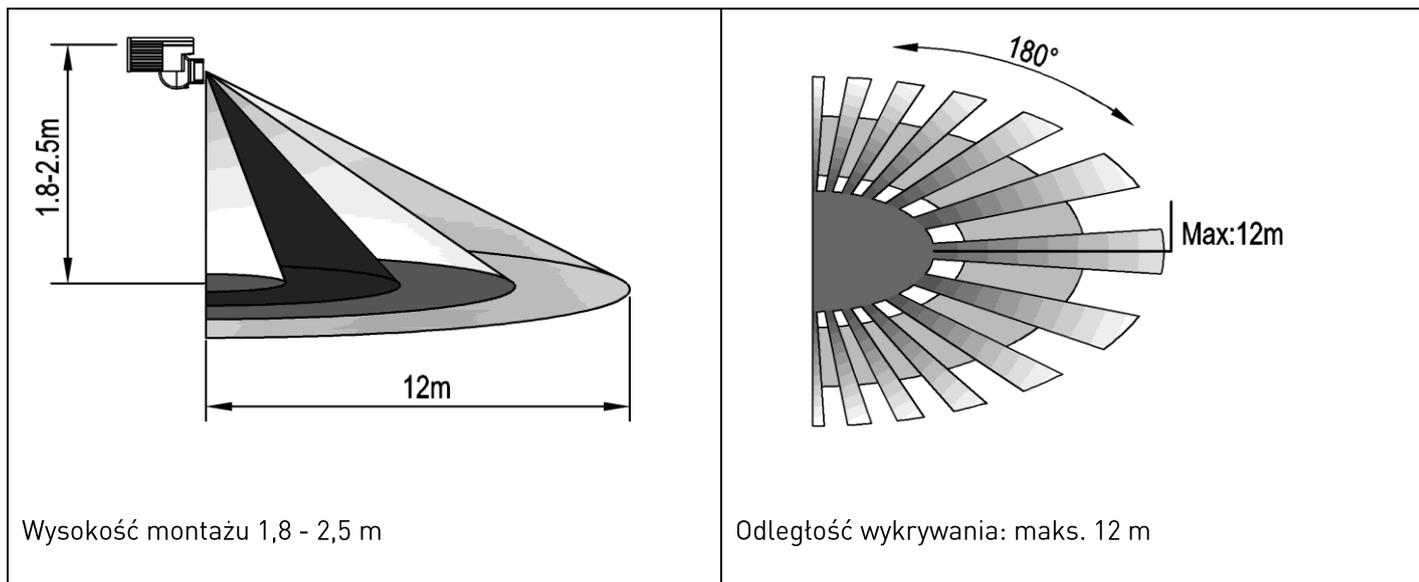

Rysunek 2
- Przymocować dolną ostonę w wybranej pozycji za pomocą wkrętu z kołkiem rozporowym (patrz rysunek 2).